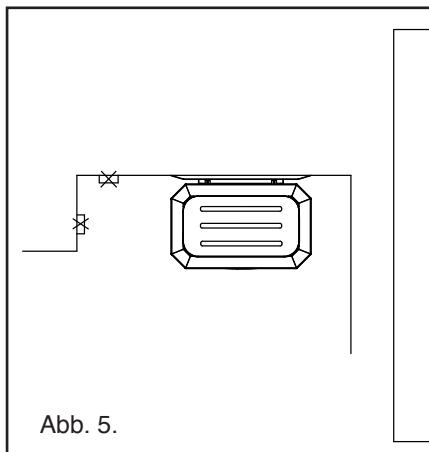

Abb. 5.
- In der Sauna ist neben dem Saunaofen die maximale Anbringungshöhe 80 cm und die minimale 60 cm (siehe Abb. 5).